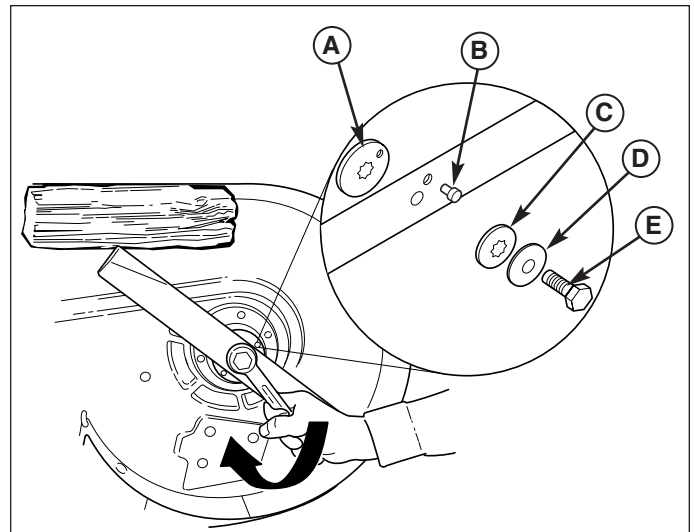
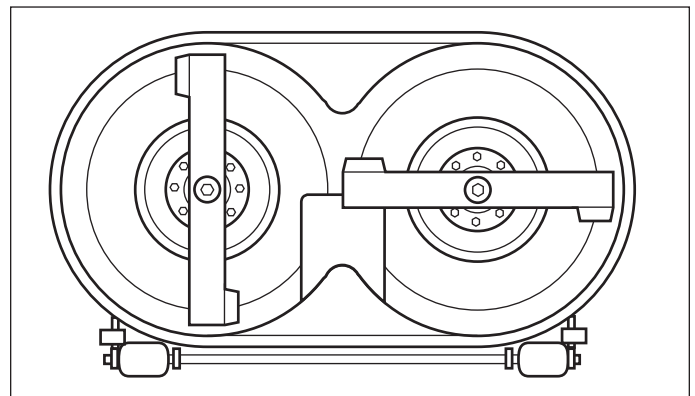

Figure 23. Installation de la lame
Figure 24. Distribution des lames
4. Installer les nouvelles lames en faisant pointer, vers le haut et vers la plate-forme, les languettes de levage (Figure 23). Attacher au moyen de la vis (E, Figure 25), de la rondelle à ressort (D), de la rondelle cannelée (C), et la goupille d'alignement (B) (s'assurer que la rondelle cannelée est alignée avec l'arbre moteur). Utiliser un bloc de bois pour empêcher la rotation de la lame et serrer les vis à un couple de torsion de 61-75 Nm (45-55 ft-lbs).
5. Vérifier que les lames de tondeuses sont synchronisées perpendiculaires l'une par rapport à l'autre (voir la Figure 24). Si ce n'est pas le cas, enlever la lame et faire tourner l'adaptateur (A, Figure 23).
2. Vérifier que les lames de la tondeuse sont perpendiculaires l'une par rapport à l'autre (Figure 24). Si ce n'est pas le cas, enlever la lame et faire tourner l'adaptateur (A, Figure 23) en suivant la procédure indiquée dans Entretien des lames de tondeuse.